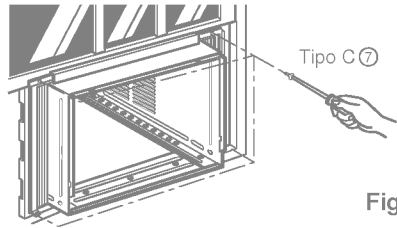

Fig. 6
- Agregue cada marco de la cortina ① de la hoja de la ventana usando tornillos ⑦ (Tipo C). (ver Fig. 6)